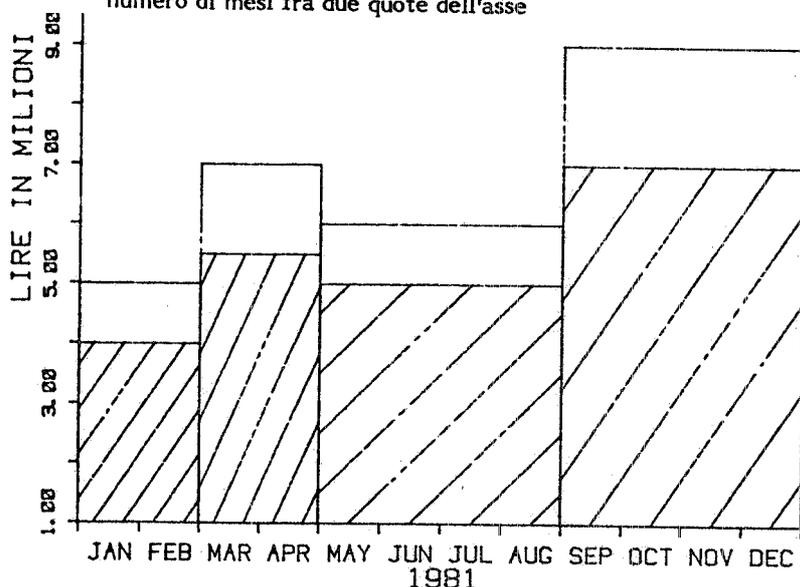

FIG. 2
**SUBROUTINE AXISC:** Disegna un asse con annotazione dei mesi di calendario (cfr. Fig. 2).
**SUBROUTINE AXISMM:** Disegna un asse con annotazione e quote (cfr. Fig. 2).
**SUBROUTINE BAR:** Disegna un elemento di istogramma per istogrammi a due barre sovrapposte (cfr. Fig. 2).